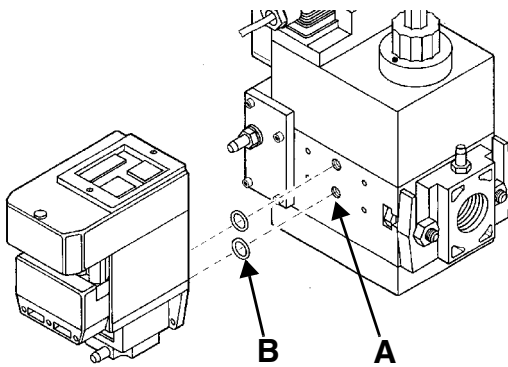
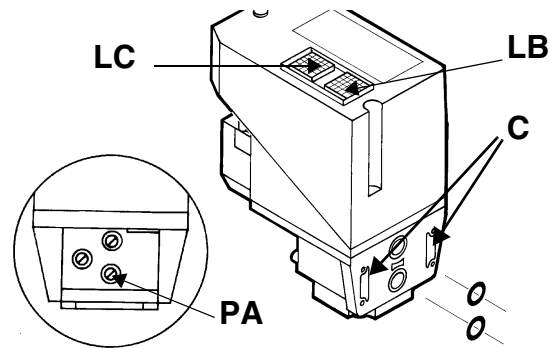

Рис. 22
Рис. 23
- 2). снять крепежные винты группы Multibloc (Рис. 22-А)
- 3). вставить уплотнительные кольца (10,5x2,25) в VPS 504 (Рис. 23-В, Рис. 22-В)
4). закрутить 4 винта блока контроля герметичности (M4x16) Рис. 22-С.
Для проверки работы, подсоединить манометр к штуцеру для отбора давления **PA** (Рис. 23). Если проверка завершилась положительно, через несколько секунд загорится жёлтая лампочка **LC**. В противном случае загорится красная лампочка блокировки **LB**. Чтобы перезапустить горелку, необходимо разблокировать блок управления нажатием на светящуюся кнопку **LB**.